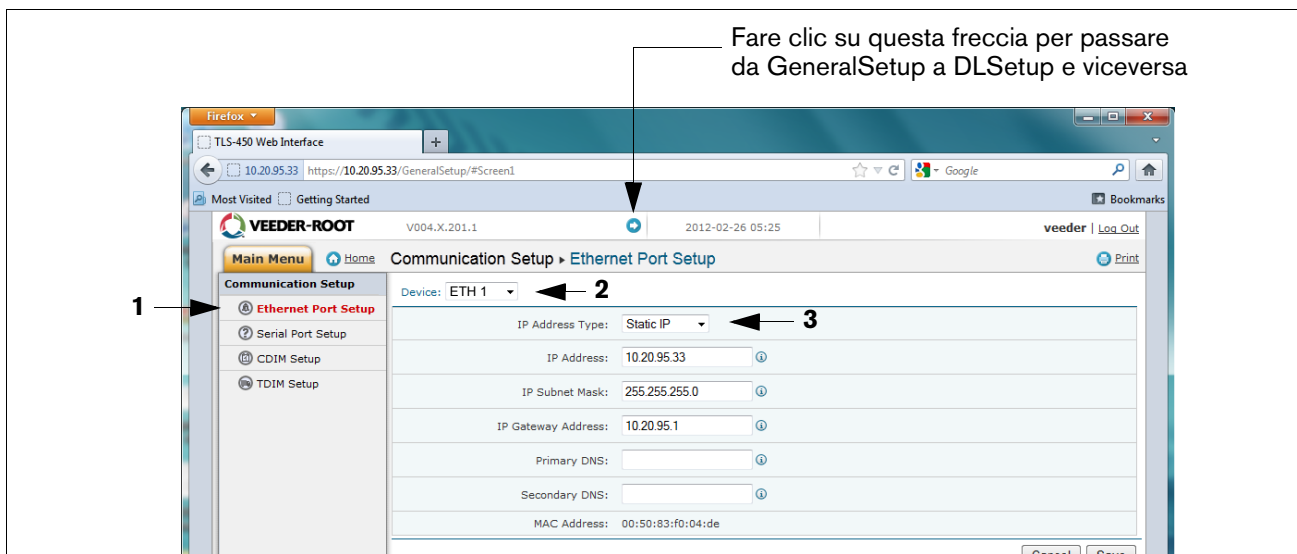

Figura A-4. Setup porta Ethernet
NOTA: il Datalogger esegue due applicazioni contemporaneamente: una programma i protocolli di comunicazione generali (GeneralSetup), l'altra programma il modo in cui Datalogger raccoglie le informazioni (DLSetup). Premendo la freccia blu nella parte superiore centrale della schermata si passa da un programma all'altro (vedere la Figura A-4). Dopo aver immesso le selezioni/modifiche ai campi di ciascuna pagina, fare clic sul pulsante Salva per salvare le voci o su Cancella per eliminarle. Le schermate di programmazione utilizzate per configurare il Datalogger sono elencate in Tabella A-1.
7. Nella pagina "Setup comunicazione" (vedere la Figura A-4), fare clic su "Setup porta Ethernet" (1) e selezionare Tipo dispositivo "ETH 1" (2) dal menu a discesa. Nel campo Tipo indirizzo IP (3):
Se il sito utilizza un indirizzo IP statico, selezionare "IP statico" e immettere l'indirizzo IP assegnato dall'amministratore di rete. Una volta completato, fare clic sul pulsante "Salva" per mantenere queste impostazioni (vedere l'esempio nella Figura A-4).